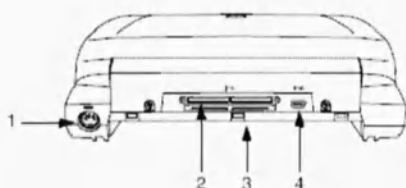

Рис. 2 Разъемы на задней панели аппарата.
- 1 Подсоедините кабель постоянного тока блока питания к разъему питания аппарата. См. Рис. 2.